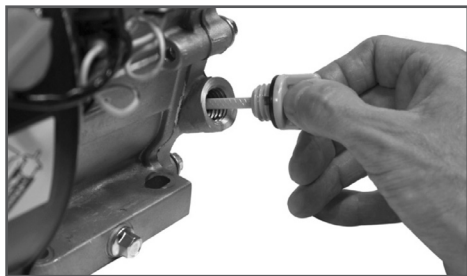

Рис. 3 Проверка уровня масла
1. Открутите крышку-щуп маслосаливной горловины (Рис. 3).